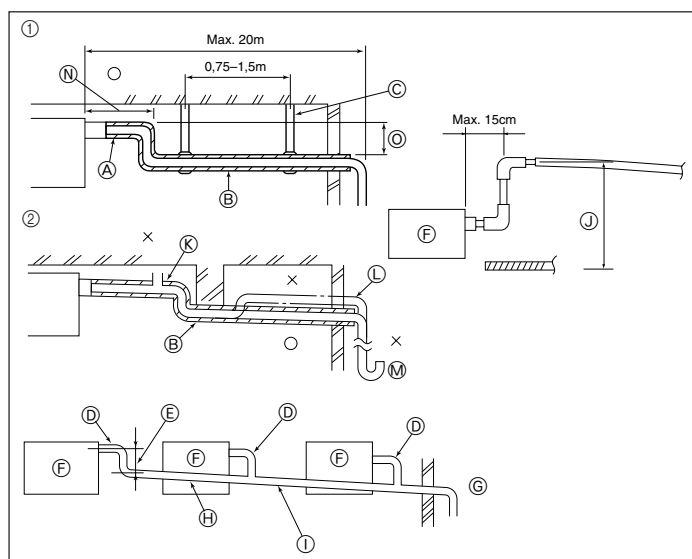

Fig. 3-4
- Maak de pijpbekleding ③ aan beide uiteinden (15 - 20 mm) vast met de bijgeleverde banden ④.
- C Band ④
- D Pijpbekleding ③
3.3. Installatie van Draineerbuizen (Fig. 3-4)